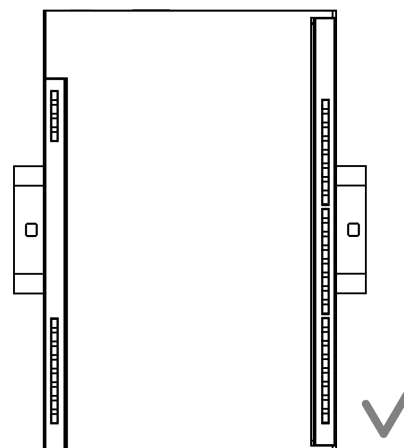

Рисунок 4.1 – Верный монтаж
2. Закрепить прибор на DIN-рейке или на вертикальной поверхности с помощью винтов (см. рисунок 4.1).